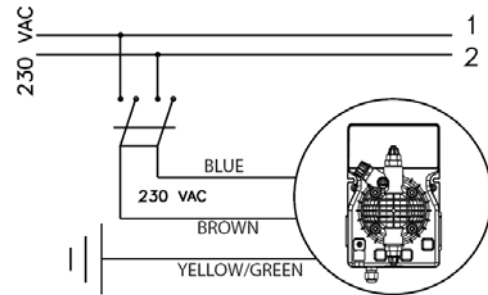

Bild 3: Anschlussplan
- b- Achten sie sorgfältig auf die Regelungen der verschiedenen Länder betreffend elektrische Installation **Bild 3**